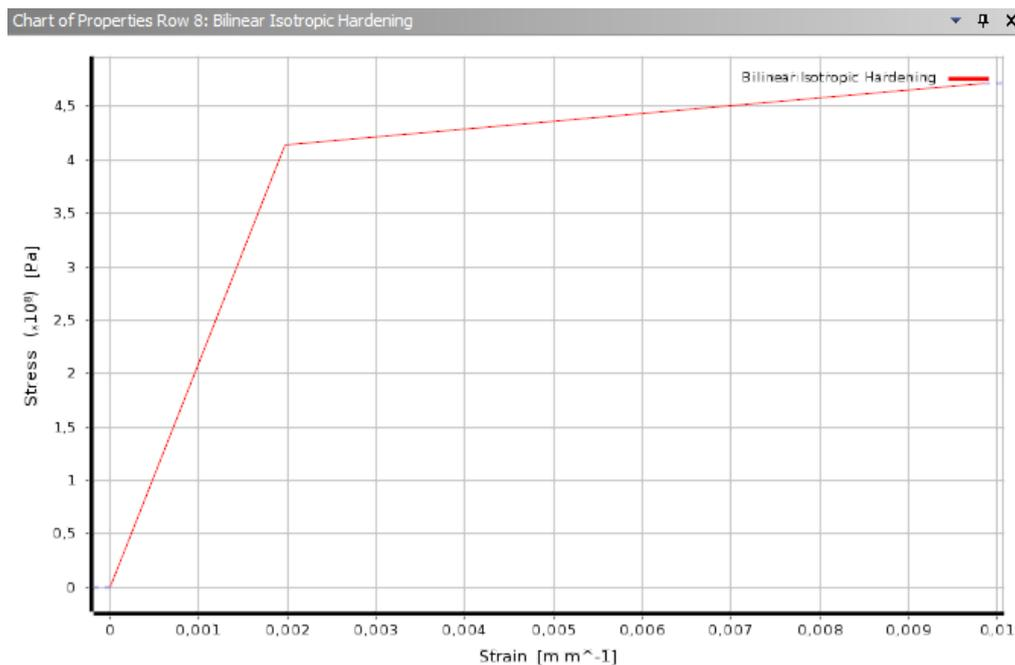

Abbildung 2: Dehnungs-Spannungs-Diagramm des elasto-plastischen Materials
2. Definiere einen Werkstoff mit isotroper Elastizität und Plastizität (**Isotropic Elasticity** und **Bilinear Isotropic Hardening**, vgl. Abbildung 2) entsprechend den gegebenen Materialparametern in Tabelle 1 und weise diesen Werkstoff dem Balken zu.